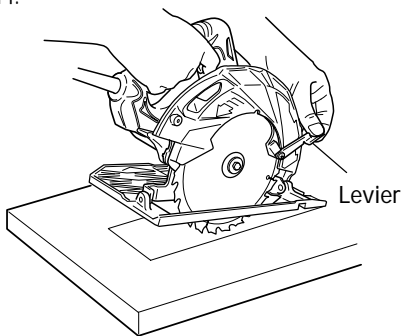

Fig. 14
1. Marquer bien lisiblement la section à couper avec des lignes sur tous les côtés. (Voir Fig. 14)
3. Pousser le levier à fond vers l'arrière jusqu'à ce que la lame soit exposée, comme indiqué à la Fig. 14.